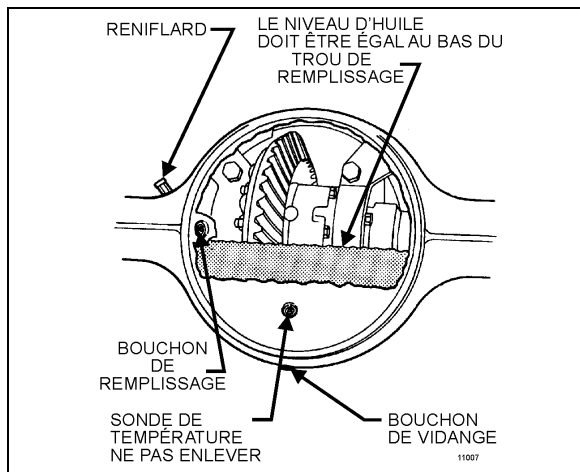

FIGURE 4: CARTIER DE BOÎTIER DE DIFFÉRENTIEL
3. Nettoyer la zone entourant le bouchon de remplissage. Enlever le bouchon de remplissage du carter de différentiel (Figure 4).